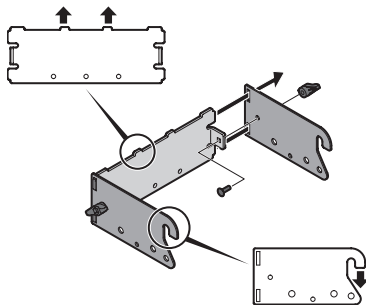

Figura 4
**NOTA:** Los ganchos de los soportes laterales deben apuntar hacia abajo y las lengüetas de la ménsula de soporte trasera hacia arriba como se muestra en la Figura 4.